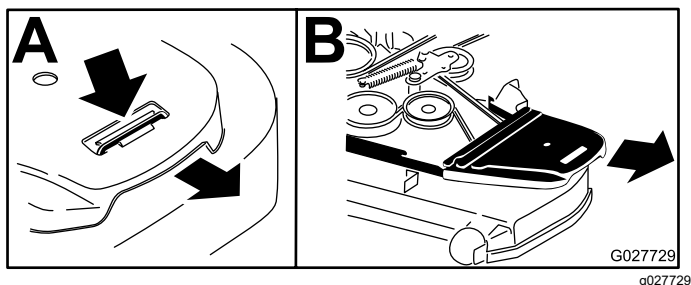

Figura 60
7. Retire las cubiertas de las correas y los pernos que están sujetos a las mismas (Figura 60).